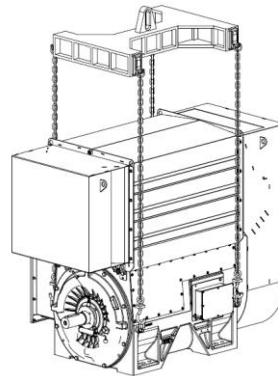

Figura 3-1: Manipulación
1. Levantar el motor conforme es indicado en la Figura 3-1, utilizando los 4 cáncamos previstos para esta finalidad. Si es necesario, retirar el intercambiador de calor para levantar el motor;